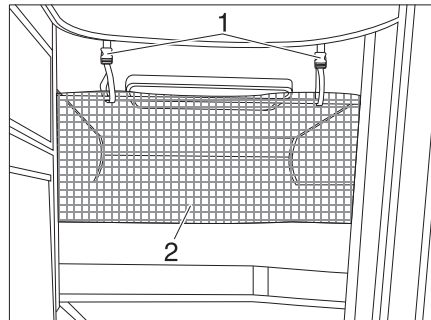

Bild 172 Sicherungsnetz
Das Sicherungsnetz (Bild 172,2) ist serienmäßig zwischen Matratze und Lattenrost verstaut. Das Sicherungsnetz erst aufspannen, wenn sich die Person bereits im Bett befindet.
- Die Haltebänder (Bild 172,1) in die Halterungen an der Decke einrasten.